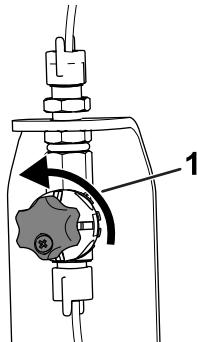

Figura 23
- La primera vez que utilice el sistema, abra la válvula de ajuste de densidad de la espuma entre 1/8 y 1/4 vuelta en sentido antihorario (Figura 23).